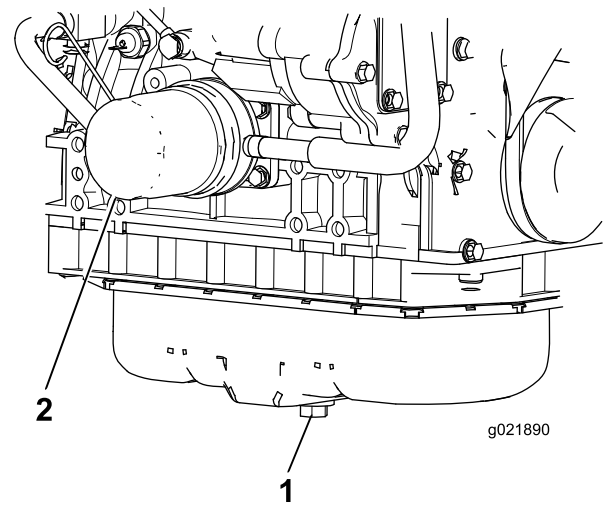

Figure 60
1. Retirez le bouchon de vidange (Figure 60) et laissez couler l'huile dans un bac de vidange. Remettez le bouchon en place lorsque la vidange d'huile est terminée.
2. Déposez le filtre à huile (Figure 60). Appliquez une fine couche d'huile propre sur le joint du filtre de rechange avant de le visser en place. **Ne serrez pas excessivement.**